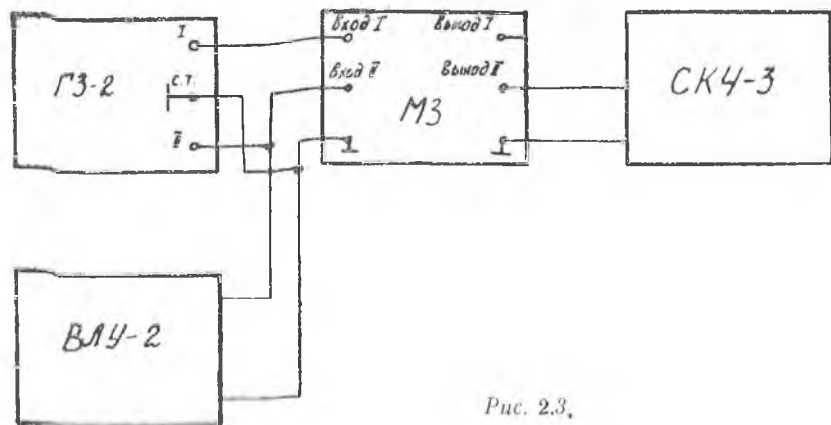

Рис. 2.3.
Блок-схема лабораторной установки приведена на рис. 2.3, а принципиальная схема лабораторного макета на рис. 2.4. Генератор несущей частоты собран на лампе 6Н8П (Л1) по схеме 2х-тактного генератора с катодной связью.
1. Собрать установку согласно блок-схемы рис. 2.3.